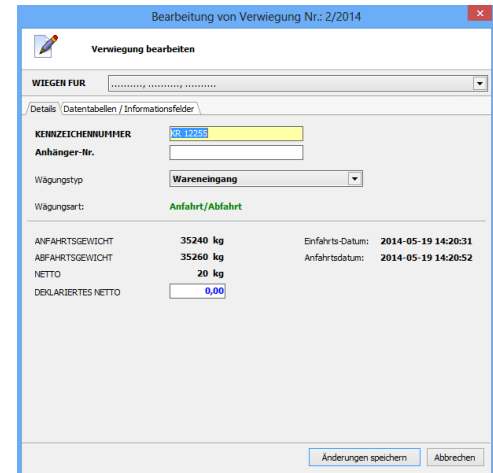

Abb. 22 Fenster der Verwiegungsbearbeitung
2. Die Order Bearbeiten wählen (Ctrl + E) – es erscheint ein Verwiegungsfenster wie auf der Abb. 22